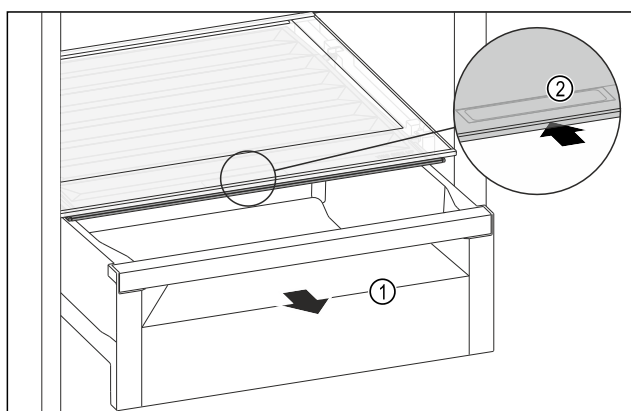

Fig. 125
- ▶ Træk skuffen Fig. 125 (1) ud.
- ▶ Tag fat i grebsforsænkningen Fig. 125 (2) i bokslåget, og skub samtidigt bokslåget tilbage.